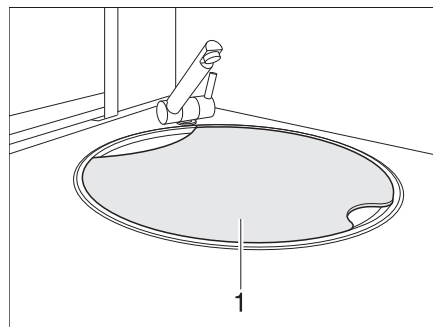

Fig. 10 Recouvrement d'évier
- ▶ En cas d'accident ou de freinage d'urgence, le recouvrement d'évier (Fig. 10,1) peut blesser les passagers du véhicule. Avant chaque départ, retirer le recouvrement d'évier et le ranger en sûreté dans le bloc cuisine ou dans la penderie.